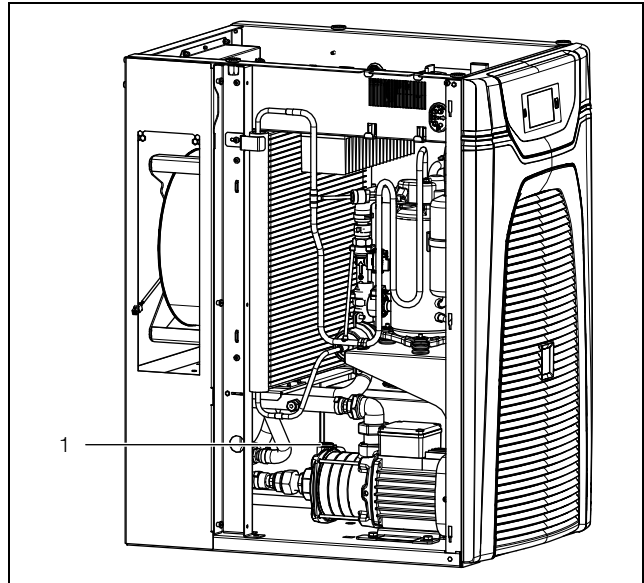

Imagen 39: Purgado de la bomba del medio refrigerante
- Purgue la bomba del medio refrigerante (en reposo) abriendo el tornillo de purga (imagen 39, pos. 1).